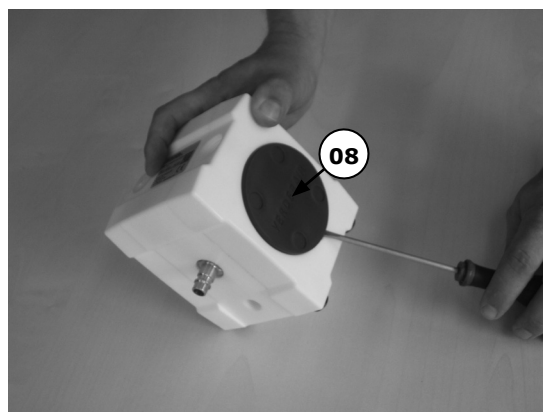

Abbildung 6
Entfernen Sie die Deckel (08) der Seitenabdeckungen (02-03), indem Sie vorsichtig einen Schraubendreher in die Öffnung an der Seitenabdeckung schieben (siehe Abbildung 6).